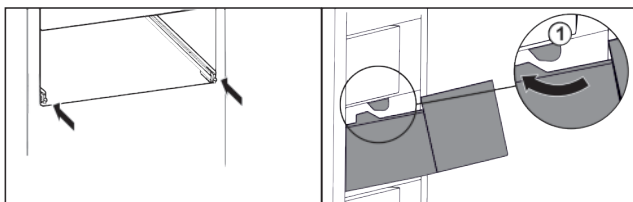

Fig. 40
- Schubfach um die Stopper Fig. 40 (1) herumführen.